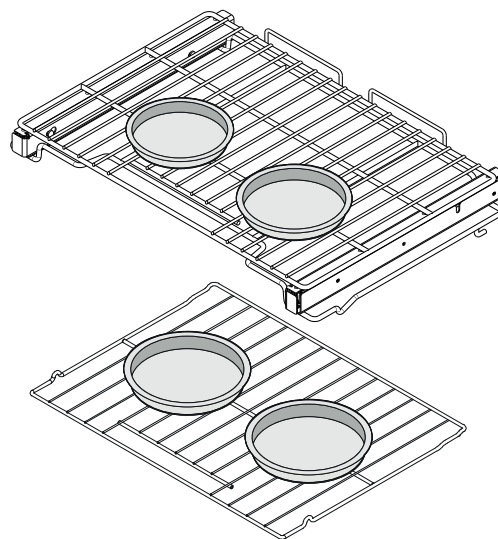

Figure 17 : Espacement des moules pour la cuisson à convection des gâteaux
- Pour la cuisson des gâteaux, utilisez les positions de grilles suivantes et placez les ustensiles de cuisson comme indiqué à la Figure 17.